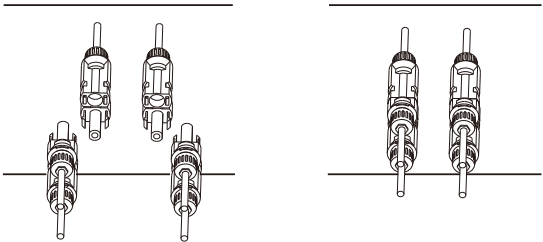

Figura 5.6 Conexão de Entrada CC
d) Por fim, insira o conector DC na entrada positiva e negativa do inversor, conforme figura 5.6